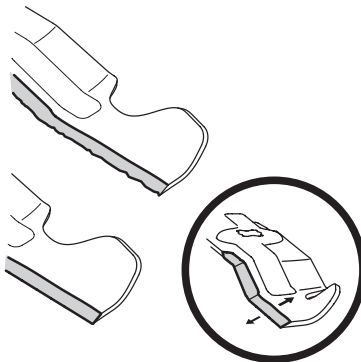

Figura 4-12
5. Para afilar la cuchilla de corte correctamente, extraiga cantidades iguales de metal de ambos extremos de las cuchillas a lo largo de los bordes cortantes, paralelo al borde de caída, a un ángulo de 25° a 30°. Afíle siempre cada borde de las cuchillas de corte de forma pareja para mantener un equilibrio adecuado entre las mismas. Consulte la Figura 4-12.